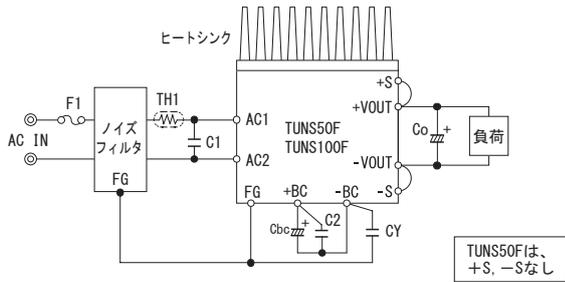

図1.1 標準接続方法
- TUNSシリーズを使用するためには、図1.1の接続と表1.1の外付け部品が必要です。
(3) CY ノイズフィルタ/接地コンデンサ
- 本電源はノイズフィルタを内蔵していません。入力ラインへの帰還ノイズ低減、電源の安定動作のために、ノイズフィルタ、接地コンデンサCYを接続してください（図1.1）。
(4) TH1 突入電流防止サーミスタ
(1) Co 出力コンデンサ
- 出力安定度向上のために、出力側+VOUTと-VOUT間にコンデンサCoを接続してください(図1.1)。推奨容量を表2.3に示します。